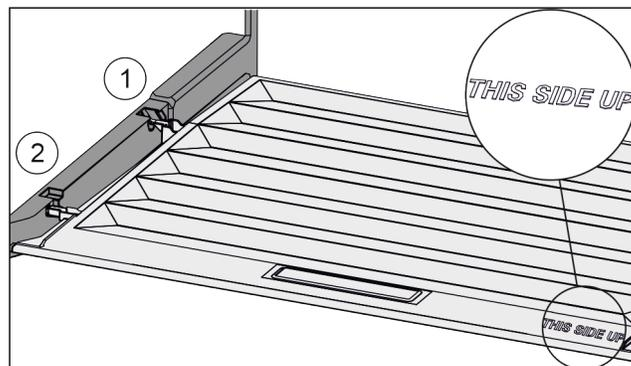

Fig. 140
- ▶ Introduire les rainures du couvercle par l'orifice du support arrière Fig. 140 (1) et les enclencher à l'avant dans le support Fig. 140 (2).